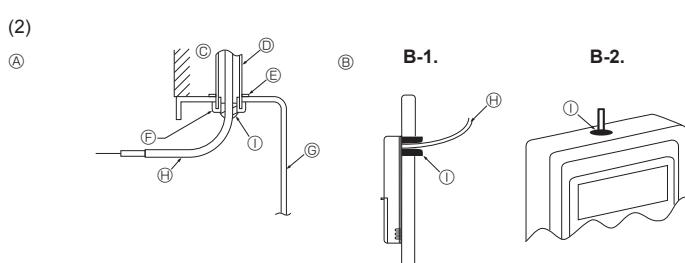

Fig. 6-3
(1) Selecione uma posição de instalação do controlo remoto. Os sensores de temperatura estão localizados no controlo remoto e na unidade interior.
(2) Vede a entrada de serviço do fio do controlo remoto com betume para evitar a invasão possível de gotas de condensação, água, baratas e vermes. (Fig. 6-3)